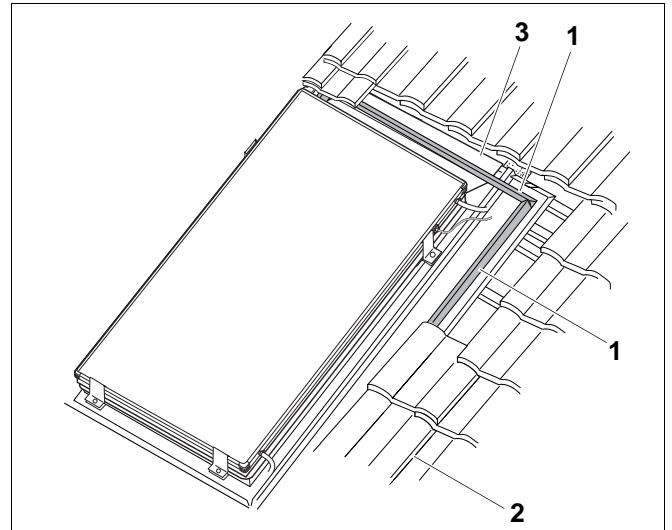

Abb. 21 Dach abdichten und eindecken
- Dreieckdichtband (Abb. 21, Pos.1) auf die Eindeckrahmenabschlussprofile rechts und links sowie oben auf Eindeckrahmen bzw. Abschlussprofil auf der gesamten Breite aufkleben und über jede Pfanne einschneiden, damit das Dichtband an allen Pfannen an der Unterseite aufliegt.
- Eindeckrahmensystem mit Pfannen oben und seitlich eindecken (Abb. 21, Pos. 2). Die ersten seitlichen Pfannen bei Bedarf mit einer Pfannenklammer an der Lattung befestigen. Eventuell sind Pfannen auf Maß zu schneiden.